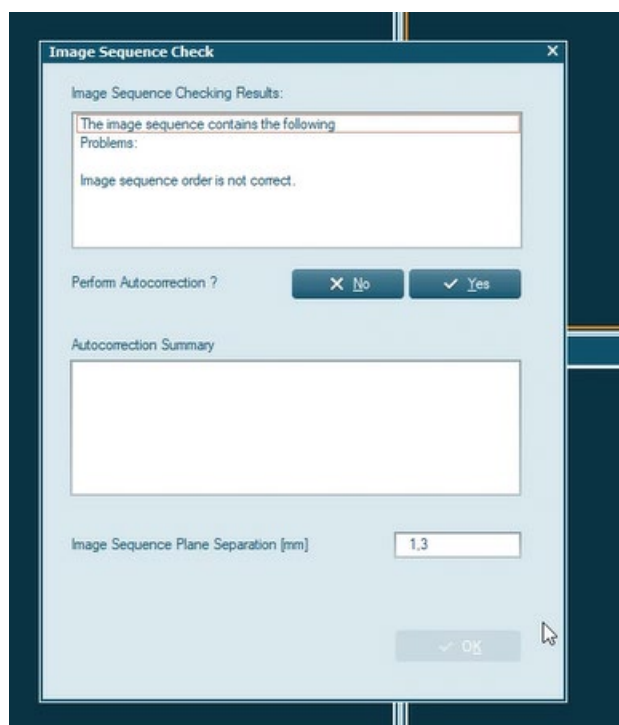

Figura 1 Ventana de comprobación de la secuencia de imágenes
En estos casos, cuando los usuarios importan imágenes de TC en HDRPlus 3.x y SagiPlan, se realiza una comprobación automática de la secuencia de *imágenes* después de cargar las nuevas imágenes. Los resultados se muestran en la ventana Comprobación de la secuencia de imágenes (consulte la Figura 1).
3. Si la *Unidad de longitud* está configurada en milímetros, se debe revisar cuidadosamente por parte del usuario y, en caso necesario, ajustar el valor de Separación del plano de secuencia de imágenes durante la importación cuando trabaje con grosores de corte que tengan dos decimales, como se muestra en la Figura 1. Recomendamos emplear la solución de los pasos 1 y 2, ya que esta puede llegar a ocasionar errores.